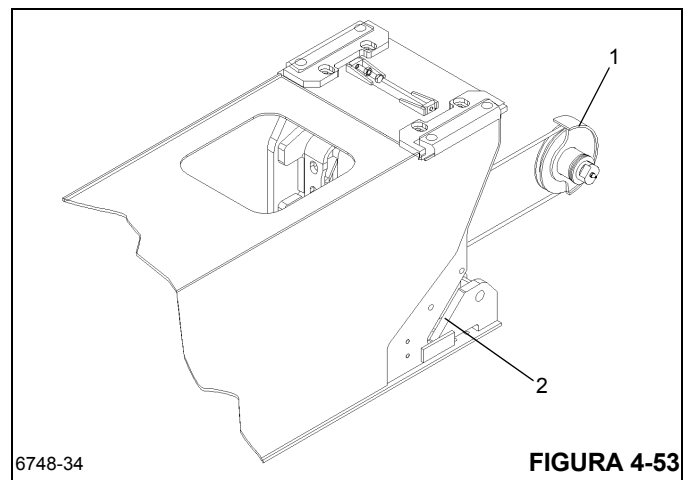

FIGURA 4-53
16. Enhebre el cable de retracción de la sección de extremo alrededor de la polea (Figura 4-53, 1) e instálelo en las ranuras anguladas (Figura 4-53, 2) de cada lado de la sección central exterior.